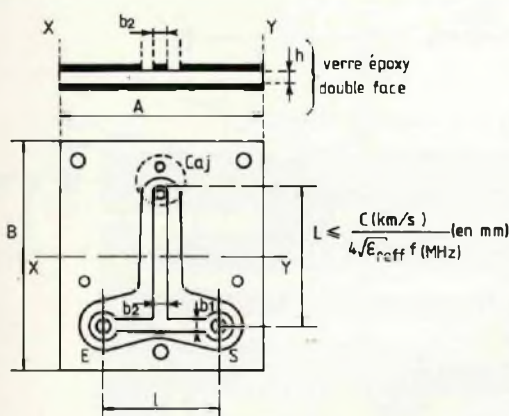
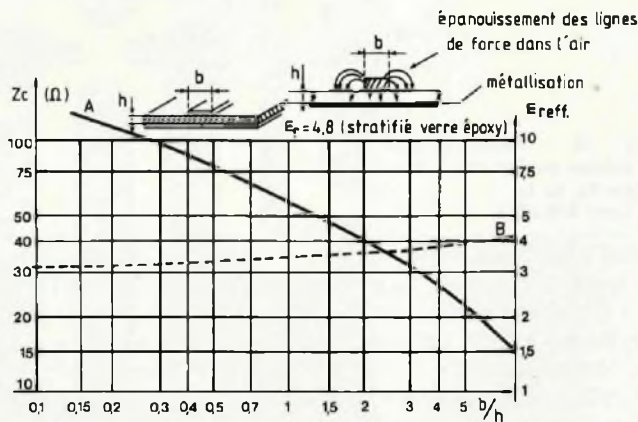

Fig. 6 : Réjecteur à microligné imprimée.
Fig. 9 : Courbe de l'impédance caractéristique et de la permittivité efficace d'un micro-ruban déposé sur du verre époxy.
La ligne se présente sous la forme d'un ruban de largeur (b) déposé sur un substrat en verre époxy d'épaisseur (h). L'autre face du substrat est métallisée (cuiivée et même parfois dorée !) et l'entourage du ruban également : voir figure 6, les dimensions de la plaquette. La longueur (L) du ruban dépend évidemment de la fréquence à rejeter, ce ruban peut être assez long dans les fréquences inférieures de la bande IV :
Fig. 8 : Pertes en ligne d'un micro-ruban doré déposé sur un matériau de permittivité unitaire. Les pertes totales dépendent de la permittivité efficace ϵ_{reff} (voir figure 9).
et qui fait appel encore à la permittivité efficace du matériau ; compte-tenu de l'épanouissement des lignes de force dans l'air, ce phénomène de dispersion réduit quelque peu ϵ_r , comme le préconise la courbe B de la figure 9.
La figure 9 nous donne pour cela :
Chaque bout de ligne b_1 , est usiné pour recevoir soit des tronçons de câble, soit des connecteurs mâle-femelle (figure 6). La longueur «l» séparant les bornes E/S est en principe, quelconque mais il paraît judicieux de faire $l \geq 10b_2$, l'expérience justifiant ce compromis. La largeur b_2 de la ligne centrale sera assez large de telle sorte que la résistance superficielle (effet de «peau») soit assez faible ; $b_2 > 1$ mm convient (voir figure 8) et nous choisirons $b_2 = h = 2,4$ mm. Dans ce cas $Z_c = 60 \Omega$ ce qui s'avère encore assez élevé et $\epsilon_{reff} = 3,5$ (voir figure 9). Il faut ici ajouter un commentaire : l'impédance caractéristique Z_c n'a aucune importance si ce n'est d'obtenir la valeur la plus forte possible afin de rendre inopérante l'action de la ligne en dehors de la réjection. Il n'est toutefois pas possible de faire mieux avec cette technologie :